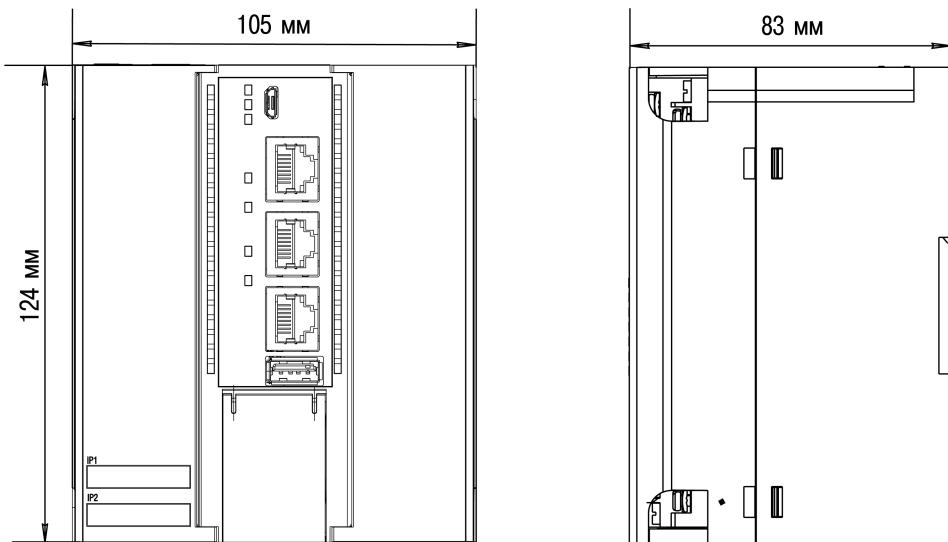

Рисунок 4.3 – Габаритные размеры
- Подготовить место для установки на стенке шкафа или DIN-рейке в соответствии с габаритными размерами (см. рисунок 4.3).